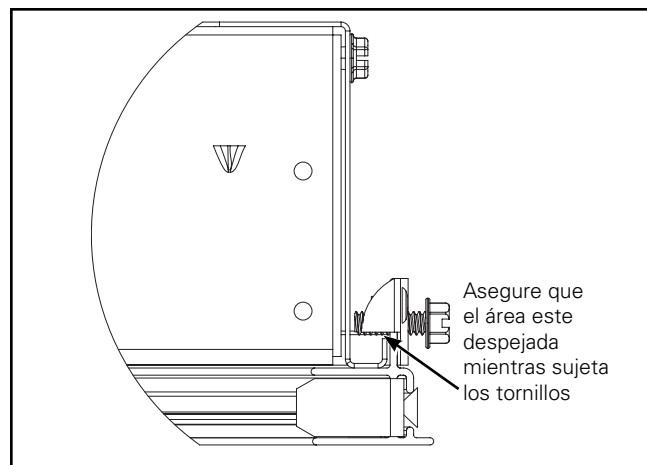

Figura 3.
3. Puede que necesite levantar el marco de la puerta mientras fija cada tornillo para asegurar la separación entre el tornillo y el reborde de la carcasa (ver la Figura 3).